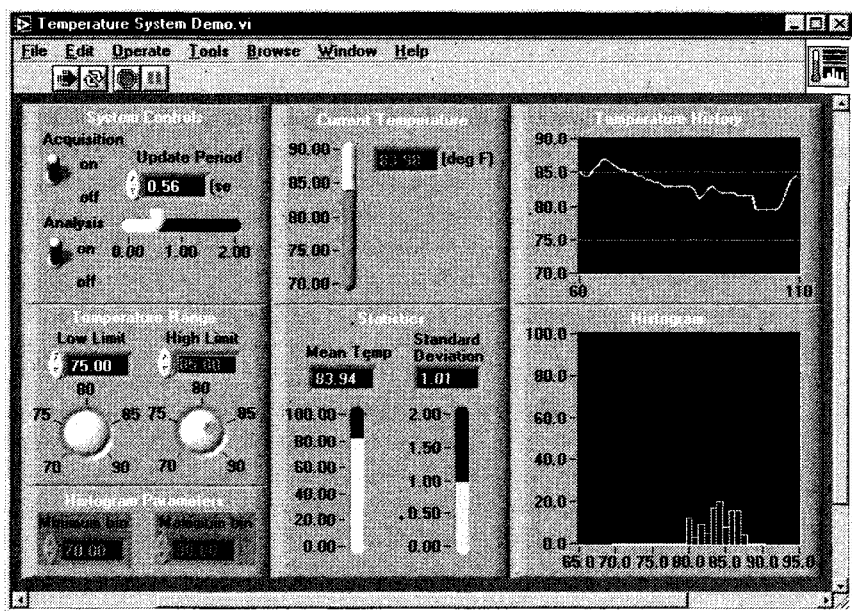

Рис. 1.7 Окно лицевой панели ВП *Temperature System Demo*
3. Откройте каталог (или папку) *Everyone* двойным щелчком мыши. Выберите библиотеку *CH1.LLB* (обратите внимание: библиотека в LabVIEW, отмеченная расширением *.llb*, является виртуальным каталогом, включающим только виртуальные приборы). Просмотреть содержимое такой библиотеки вы можете только через LabVIEW – для операционной системы она является единичным файлом. Затем откройте **Temperature System Demo.vi** (если у вас полная версия LabVIEW, вы также можете обнаружить этот пример в *examples/apps/tempsys.llb*). После загрузки вы увидите лицевую панель **Демонстрация измерения температуры** (Temperature System Demo), показанную на рис. 1.7. На ней находятся цифровые элементы управления, логические (булевские)